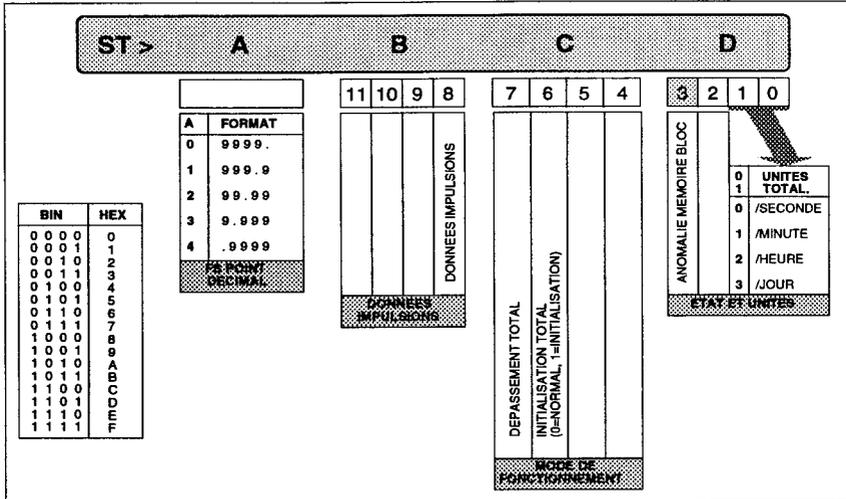

Figure 4.47 Paramètre ST - Bloc totalisation
La figure 4.47 montre les significations des quatre chiffres hexadécimaux du paramètre ST du bloc de totalisation. (Les symboles utilisés dans le schéma des paramètres sont expliqués dans la figure 4.2).
- **Initialisation totalisation - Bit 6.** Normalement, (bit 6 à l'état logique 0), le total intermédiaire du débit IFT est mis à jour une fois par durée de cycle pour tout débit au cours de cette période. Voir le schéma de la figure 4.47.
- **Sélection unités - Bit 10.** Ces bits sont définis dans le cadre des unités de temps (seconde, minute, heure ou jour) de la variable d'entrée totalisée, TI. Cette information détermine l'échelle de temps dans le calcul du débit mettant à jour le total intermédiaire du débit IFT (voir figure 4.47).